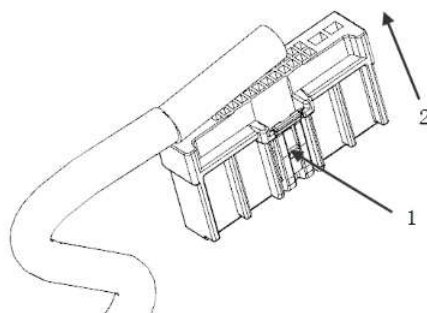

图8-1-8 玻璃升降开关组接插件拆卸示意图
c. 拆卸玻璃升降开关组接插件: 如图8-1-8, 用力沿箭头1方向压住卡脚, 再沿箭头2方向拔出线束插头。